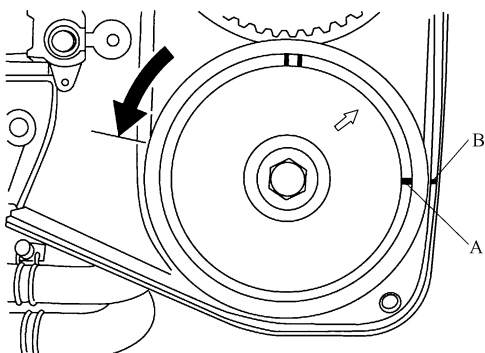

图 27-67 排气凸轮轴链轮标记 A 对准正时带罩上的槽口 B
④ 逆时针（从发动机前端看）转动排气凸轮轴链轮（左），使链轮上标记 A 对准正时带罩上的槽口 B，如图 27-67 所示。